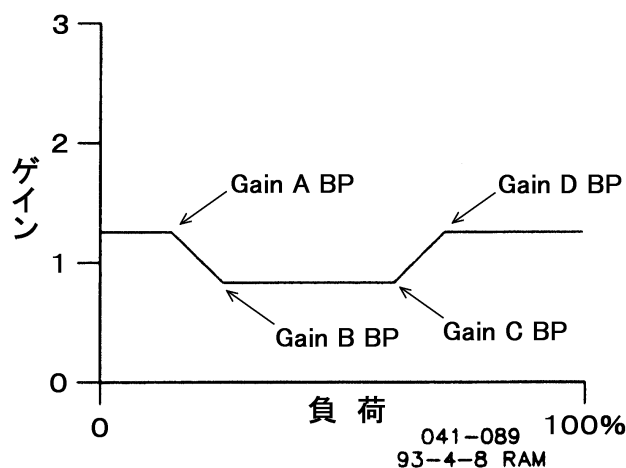

図 5-6. ゲインをY軸にして描いたゲイン・負荷曲線
11. ゲインと負荷の関係は、最終的に図 5-6 に示すようなゲイン曲線のようになります。